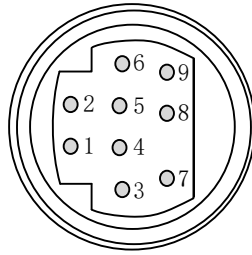

图 3-3-3 AUX I/O 引脚定义
- AUX I/O : 触发信号源, 管脚图如图 3-3-3 所示。
AUX: 触发信号源, 管脚图如图 3-3-3 所示。